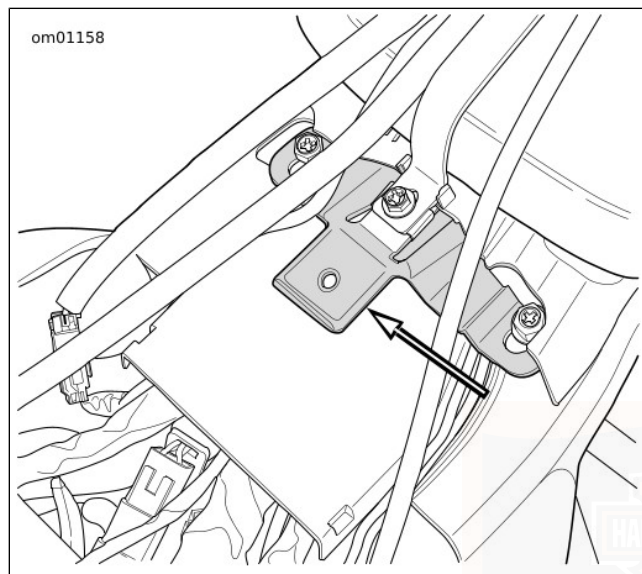

Figure 98. Languette de selle
4. Voir Figure 98 . Tout en poussant la selle vers l'avant, soulever l'arrière de la selle jusqu'à ce que le support soit dégagé du dessus du coffre Tour-Pak. Pousser légèrement la selle vers l'arrière pour la dégager de la languette sur le support de réservoir à carburant arrière.